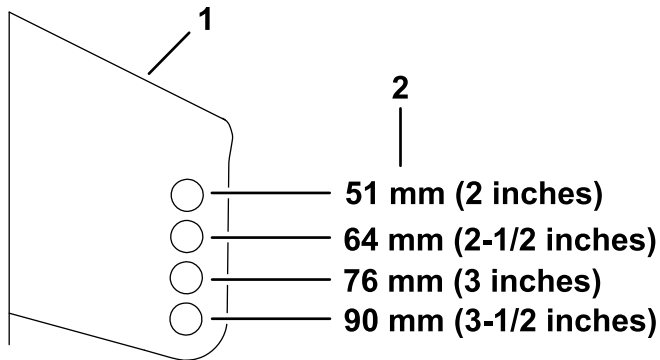

Figura 29
5. Coloque los rodillos en una de las posiciones ilustradas en la Figura 29.